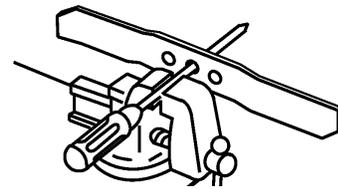

Figure 24
1. Pour vérifier l'équilibrage de la lame, l'enfiler par son orifice central sur un tournevis ou un clou maintenu à l'horizontale dans un étau (Fig. 24).